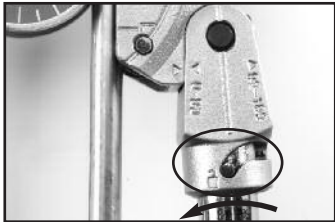

Figura 12 – Pasador en posición "abierto"
1. Cuando la línea "0" en el Carril llegue a la marca 90° en el Formador, gire el Brazo del Carril de tal forma que el pasador se mueva hasta la posición "abierto" o destrabado (Figura 12).